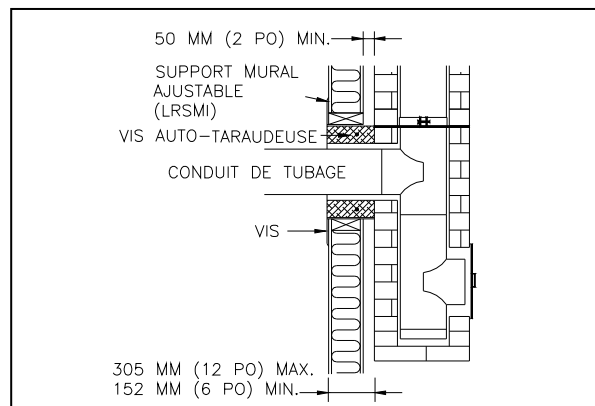

Fig. 6
- Faire glisser le coupe-feu mural (LRSMI) sur la longueur et le fixer au mur intérieur à l'aide des quatre (4) vis fournies (fig. 6).